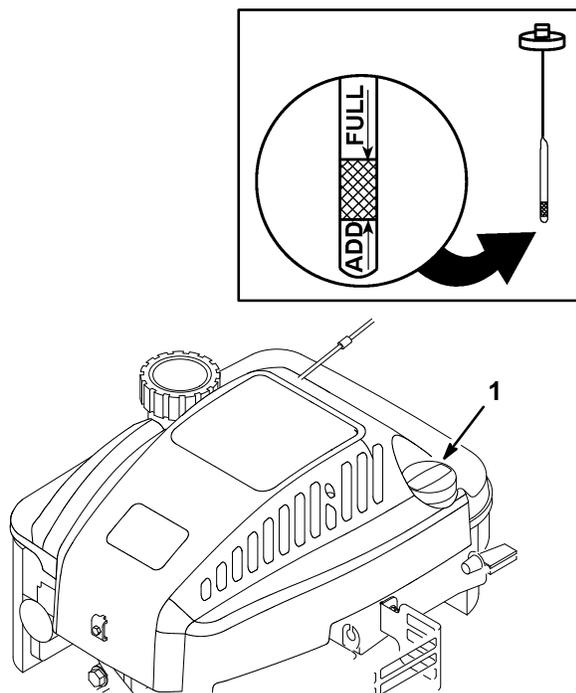

Figure 2
Avant chaque usage, s'assurer que le niveau d'huile se situe entre les repères ADD et FULL (Fig. 2). Ajouter de l'huile suivant les besoins.
1. Placer la tondeuse sur une surface plane et nettoyer le pourtour de la jauge d'huile (Fig. 2).
3. Essayez la jauge d'huile et insérez-la dans le col de remplissage. Tournez le bouchon d'un quart de tour dans le sens des aiguilles d'une montre. Enlevez ensuite la jauge d'huile et vérifiez le niveau d'huile (Fig. 2). Si le niveau est bas, ajoutez une quantité d'huile qui soit tout juste suffisante pour amener le niveau à la marque FULL (PLEIN) sur la jauge d'huile. **NE REMPLISSEZ PAS AU-DELÀ DE LA MARQUE FULL (PLEIN) CAR LE MOTEUR POURRAIT ETRE ENDOMMAGE LORS DU DÉMARRAGE.**